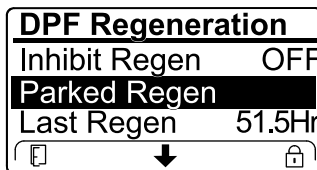

Bild 49
- Wenn der Motorcomputer eine Wiederherstellung-Regenerierung anfordert oder eine Wiederherstellung-Regenerierung ausführt und Sie auf die Option PARKED REGEN navigieren, ist die geparkte Regenerierung gesperrt und das Schloss-Symbol (Bild 49) wird unten rechts im InfoCenter angezeigt.